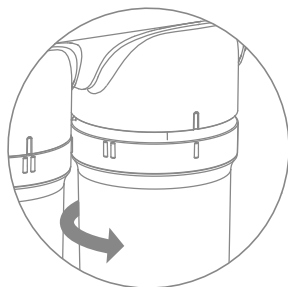
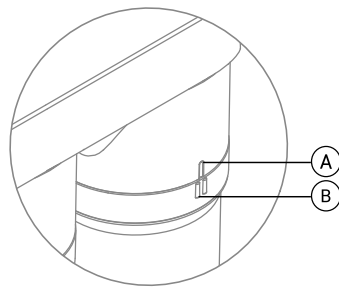

Рис. 8
Рис. 9
5. Поверните картридж по часовой стрелке (рис. 8), чтобы совпали метка «I» (А) на скобе фильтра и метка «II» (Б) на картридже (рис. 9).